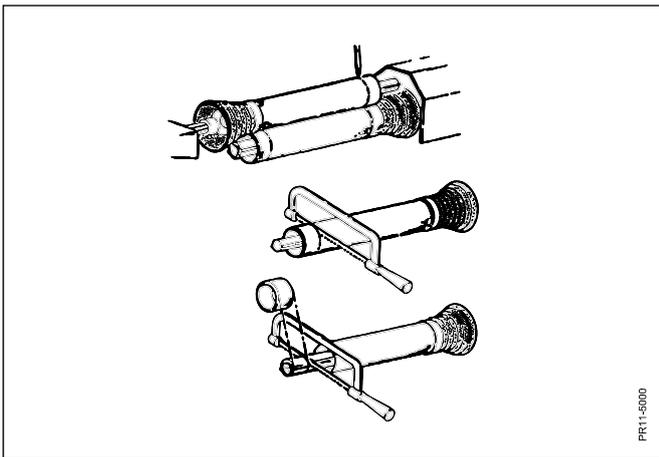

Fig. 2-9
- Fig. 2-9** Die Gelenkwellenhälften an PTO bez. PIC befestigen, wenn diese auf dem gleichen waagerechten Plan sind und gerade einander gegenüber sind (bei dieser Maschine der kürzeste Abstand). Die Wellenenden parallel halten und die 30 mm (Minimum) markieren.